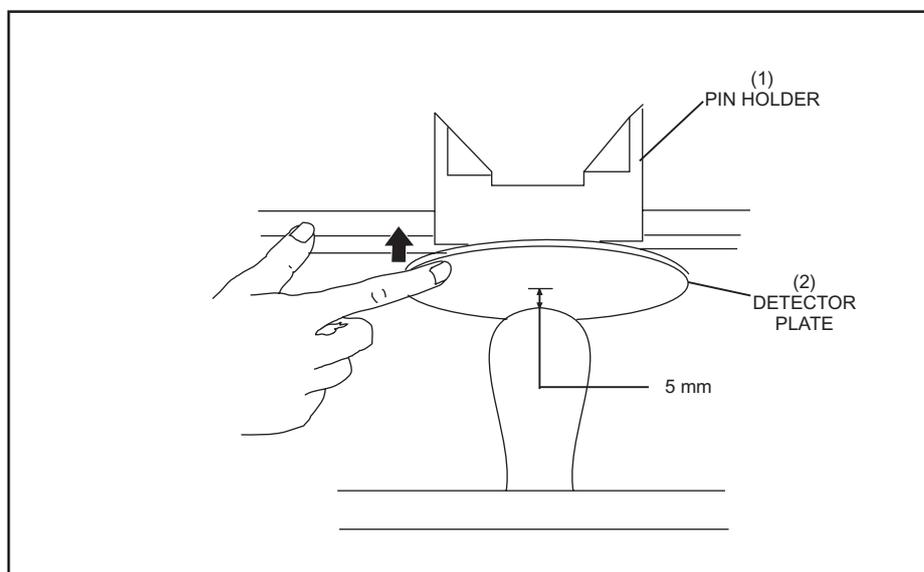

Figure 5-40. Espacement de plateau du détecteur de quilles.
- c. Avec le plateau du détecteur de quilles maintenu manuellement à son niveau le plus haut, vérifiez la présence d'un espacement de 5 mm entre le haut de la quille et le centre du plateau du détecteur de quilles. Reportez-vous à la *Figure 5-40*.
(1) SUPPORT DE QUILLES
(2) PLATEAU DU DETECTEUR